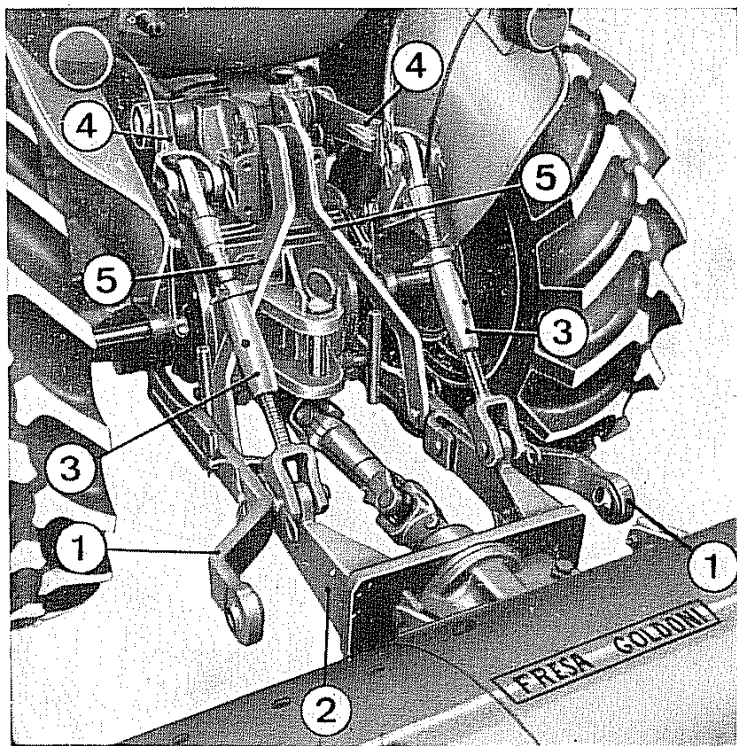

Fig. 15 - Applicazione della fresatrice
Vengono tolti i due bracci di irrigidimento (5) — rif. fig. 15 — e viene tolta la flangia centrale di attacco fresa.
**AVVERTENZA:** Dopo ogni sensibile regolazione dei tiranti 3 (fig. 15) bisogna controllare che i bracci inferiori (1) durante l'alzata massima non vadano a fare leva contro i mozzi delle ruote o le leve freni, provocando danni al mozzo stesso.